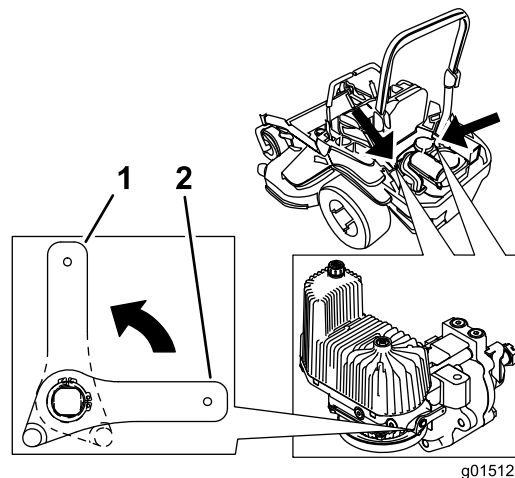

Figure 43
3. Tournez les leviers des valves de déblocage à la verticale pour pousser la machine (Figure 43).
5. Tournez les leviers des valves de déblocage à l'horizontale pour utiliser la machine (Figure 43).